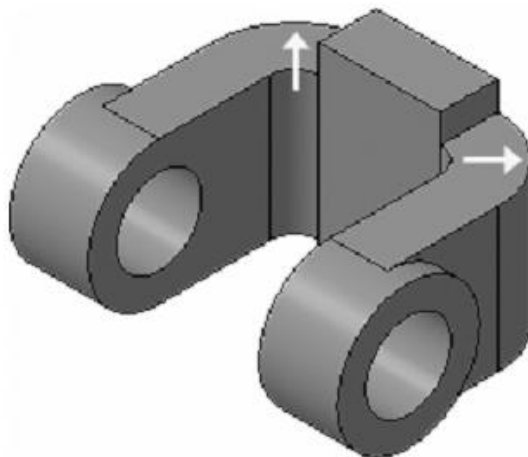

Рисунок 30.
8. Вновь установите режим отображения Полутонное (рис. 30).